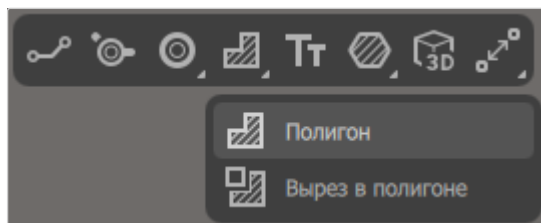

Рисунок 204. Инструмент «Полигон» на панели инструментов
- 2) В раскрывшемся списке выбрать инструмент «Полигон» (см. рисунок 204).